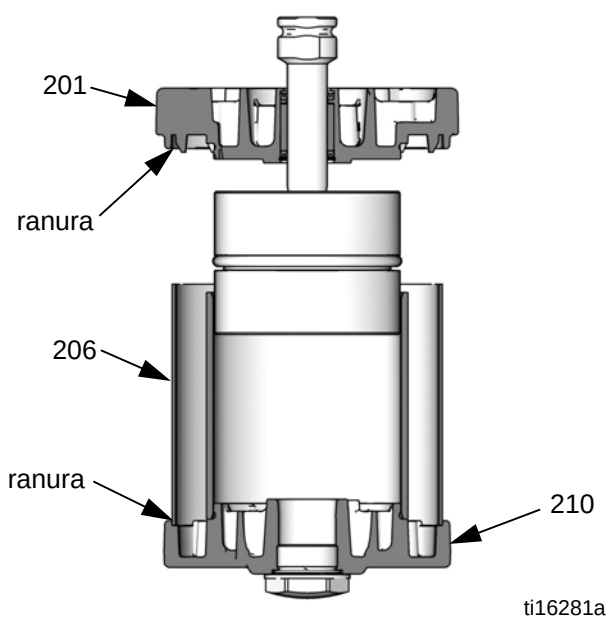

FIG. 19. Alineación de la protección en ranuras y tapas
5. Lubrique e instale la junta tórica (202*) en la cubierta inferior (201).
6. Empuje cuidadosamente el extremo roscado del eje (218) hacia arriba a través de la cubierta inferior (201).
7. Aplique adhesivo 16G561 a las roscas del eje (218). Atornille el pistón (219) en el eje. Coloque el pistón en un tornillo de banco con mordazas blandas y apriete a 47-54 N•m (35-40 lb-pie).
8. Lubrique e instale la junta tórica (204*) en el pistón (219).
9. Consulte la FIG. 19. Coloque cuidadosamente la cubierta inferior/conjunto de pistón en el cilindro (205), deslizando el pistón (219) en el cilindro. Las superficies del colector de las cubiertas inferior y superior deben estar alineadas. Asegúrese de que la protección (206) está en la ranura de ambas cubiertas, la inferior y la superior.